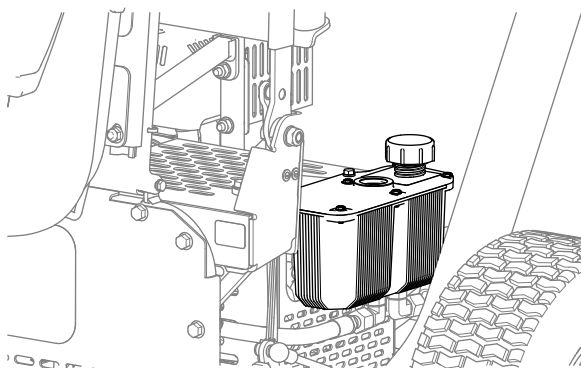

Figura 39
2. Îndepărtați capacul rezervorului hidraulic (Figura 39).
4. Montați capacul rezervorului (Figura 39).